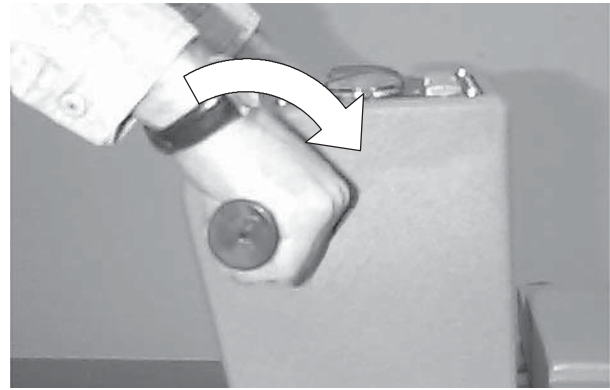

FIG. 11
2. Tournez les poignées de commande vers l'avant pour abaisser le patin contre le sol et faire démarrer le moteur du patin (Figure 11).